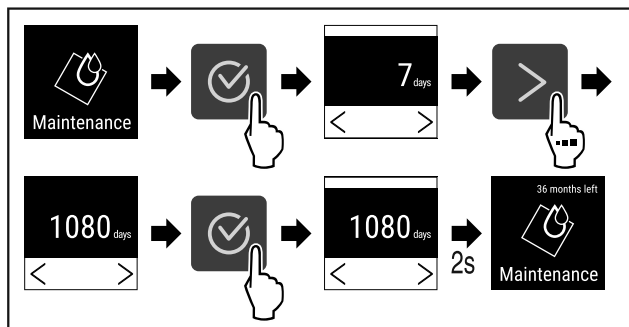

Fig. 74
- ▶ Kryeni hapat e veprimit (shihni Fig. 74).